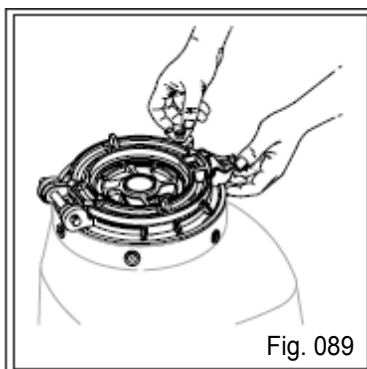

Fig. 089
e) Solte a presilha que fixa o bloco da semeadora com a base do disco (Fig. 089);